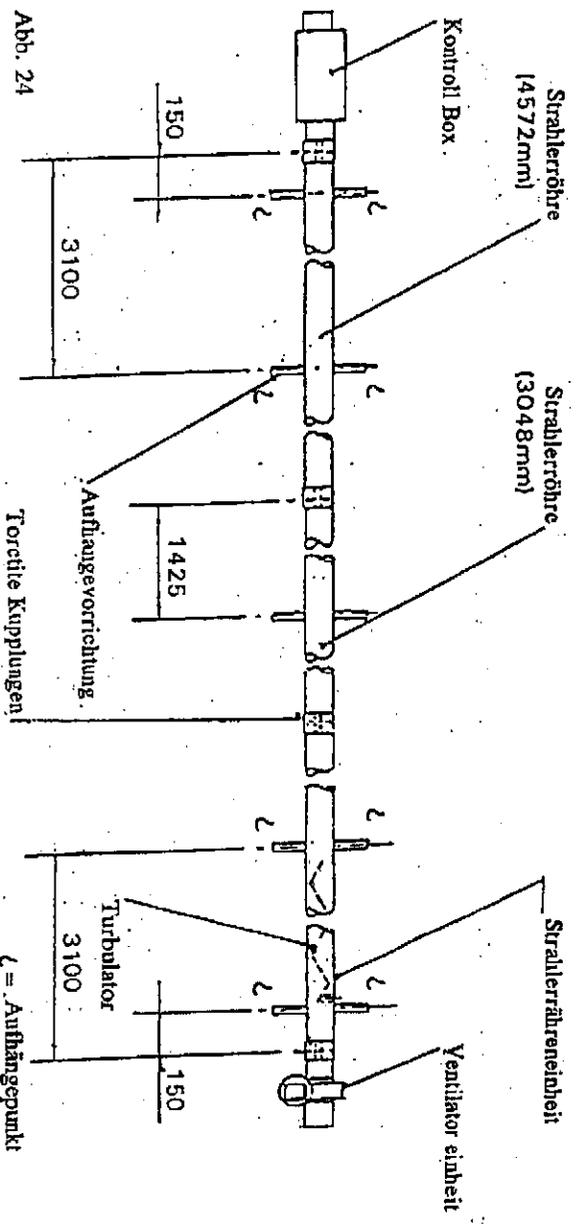
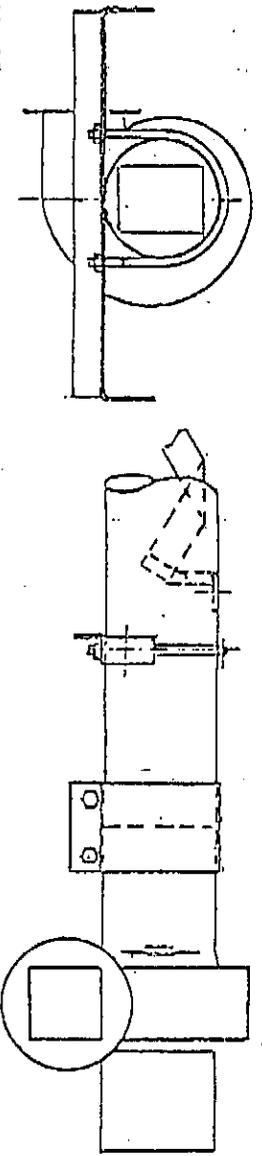

Abb. 24
Abb. 25
- 4.6.2 Platzieren Sie die Strahlerröhre und die Strahlerröhreneinheit (die den Turbulator beinhaltet) auf Böcke, so daß sie einen Minimalabstand von 150mm vom Fußboden haben, und montieren Sie die fünf Aufhängevorrichtungen an die Strahlerröhren und die Strahlerröhreneinheit, unter Gebrauch eines U-Bolzen pro Vorrichtung (aus dem Befestigungspaket). Positionieren Sie die Aufhängevorrichtungen entlang der Strahlerröhren und der Strahlerröhreneinheit wie in der Abb. 24 gezeigt. Die Muttern der Torcette genügend festdrehen, um die Aufhängevorrichtungen zu halten. Nicht überdrehen.
- 4.6.3 Legen Sie eine Torcette Kupplung über das Ende der langen Strahlerröhre (siehe Abb. 24 oben) und stellen Sie sicher, daß sie voll einrastet, bis zum Stopper. Montieren Sie die Kontrollbox an die Strahlerröhre und stellen Sie sicher, daß sie voll in der Torcette Kupplung einrastet (bis zum Stopper) und sich vertikal mit der Türklinke zuoberst (siehe Abb. 6) befindet. Die Muttern der Torcette Kupplung festdrehen um die Kontrollbox zur Strahlerröhre zu sichern. Achten Sie dabei darauf, daß die Kontrollbox sich auf einer Linie mit der Achse der Röhre befindet.
**4.6.4** Plazieren Sie eine zweite Kupplung über das Ende der Strahlerröhreneinheit, wo der Turbulator zur Röhre gesichert ist (siehe Abb. 24 und Abb. 25 oben) und stellen Sie dabei sicher, daß sie voll einrastet, bis zum Stopper mit der Klemme darunter. Montieren Sie die Ventilatoreinheit an die Strahlerröhre, und stellen Sie sicher, daß sie voll in der Torcite Kupplung einrastet (bis zum Stopper), und daß sie, für abzugslose Anwendung, mit dem Ventilatorauslaß horizontal positioniert ist, und für Anwendung mit Abzug entweder horizontal oder vertikal (mit der Vorderseite nach oben). Die Muttern der Torcite Kupplung festziehen um die Ventilatoreinheit an der Strahlerröhre zu sichern. Achten Sie dabei darauf, daß die Ventilatoreinheit auf gleicher Linie mit der Achse der Röhre gehalten wird. (siehe Abb.6).
**4.6.5** Die drei Teile des Gerätes sollen jetzt angehoht werden und wie im Abschnitt 3.1 dargestellt an den vorher angebrachten Ketten oder Fallsäben an den in Abb. 24 gezeigten Aufhängepunkten gehängt werden. Sei- oder Gewebeschlingen sollen benutzt werden, wenn man von oben her hochhebt. Beim Gebrauch eines Gabelstaplers, stellen Sie sicher, daß das Gerät vor dem Anheben auf den Gabeln balanciert ist.
**4.6.6** Plazieren Sie eine dritte Torcite Kupplung über das offene Ende der Strahlerröhre, die die Kontrollbox trägt, und stellen Sie dabei sicher, daß sie voll eingearbeitet ist, bis zum Stopper, mit der Klemme darunter. Montieren Sie die mittlere (kurze) Strahlerröhre in die Torcite Kupplung, stellen Sie dabei sicher, daß sie voll einrastet, bis zum Stopper, so daß die Aufhängevorrichtungen mit denen des ersten Strahlerröhrenteiles (siehe Abb. 24 oben) auf einer Linie sind. Die Muttern der Torcite Kupplung festziehen um die beiden Strahlerröhrenteile aneinander zu sichern, achten Sie dabei darauf, daß die Röhren in einer geraden Linie bleiben.
**4.6.7** Plazieren Sie die vierte Torcite Kupplung über das offene Ende der Strahlerröhren- (und Turbulator) Einheit, die die Ventilatoreinheit trägt und stellen Sie sicher, daß sie voll einrastet, bis zum Stopper mit der Klemme darunter. Montieren Sie das zuvor montierte Teil der Strahlerröhren in die Torcite Kupplung und stellen Sie sicher, daß es voll einrastet (bis zum Stopper), so daß alle Aufhängevorrichtungen des Gerätes korrekt aufeinander ausgerichtet sind (siehe Abb. 24 oben). Die Muttern der Torcite Kupplung festziehen um die beiden Strahlerröhrenteile aneinander zu sichern, und achten Sie dabei darauf, daß die Röhren in gerader Linie bleiben.